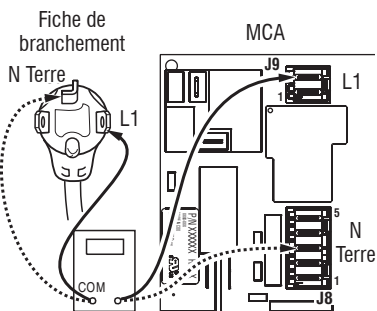

Figure 4b – Brancher aux broches de branchement pour la sècheuse électrique
4. À l'aide d'un ohmmètre, vérifier la continuité des connexions L1 et N du cordon d'alimentation pour trouver L1 et N sur le MCA. Voir figure 4b.